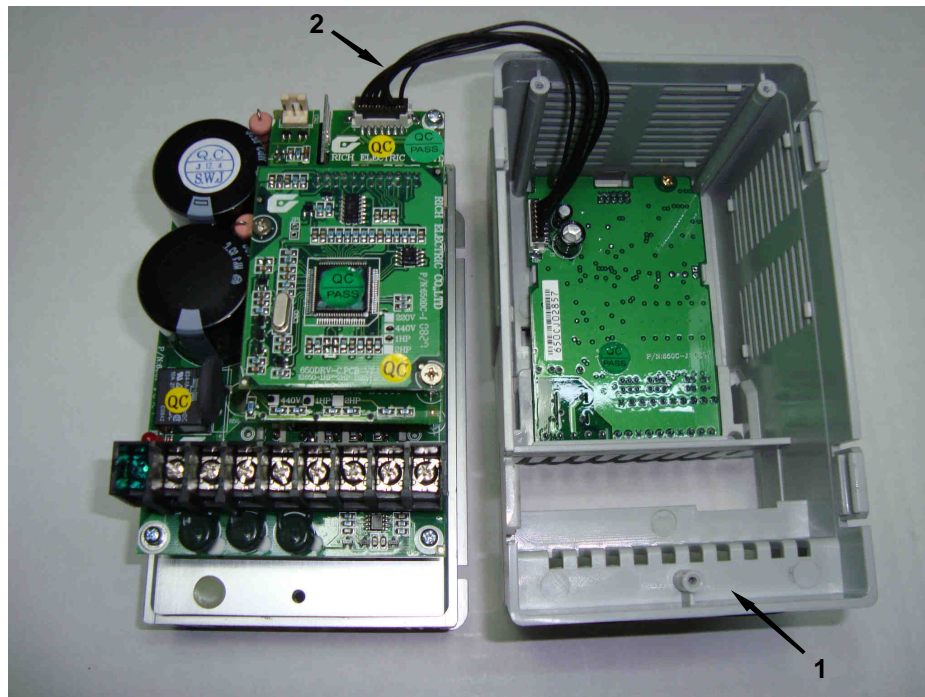

Рис. 6.5
6.2.4. Демонтировать верхнюю часть корпуса, отсоединив шлейф ЦП (рис. 6.5).